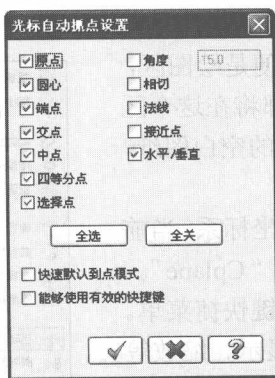

图 1.8 【光标自动抓点设置】对话框
(3) 自动捕捉设置按钮。单击按钮, 系统弹出如图 1.8 所示的【光标自动抓点设置】对话框, 用户可以设置自动捕捉的类型。在设置时, 用户可以逐一选择需要的捕捉类型, 也可以单击【全选】按钮, 一次性选择所有的捕捉类型, 或单击【全关】按钮, 一次性取消选择所有的捕捉类型。
在绘图区内单击鼠标右键,系统将弹出如图 1.13 所示的右键快捷菜单。利用弹出的快捷菜单,用户可以快速进行一些视图显示、缩放等方面的操作。例如,选择【自动抓点】命令则可以设置绘图时系统自动捕捉的类型,如图 1.8 所示。